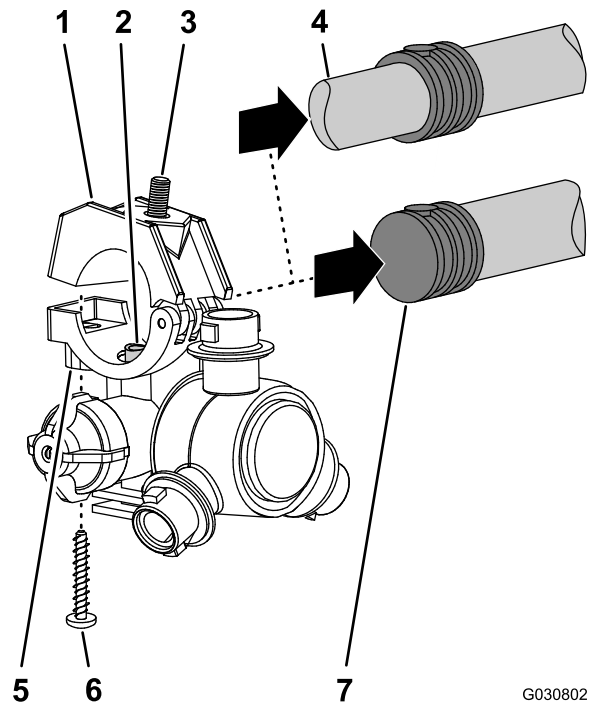

Рисунок 133
- У 8 распылительных сопел, снятых при выполнении пункта 1, отверните винты из нержавеющей стали (№ 12 x 1 1/4 дюйма), которые крепят верхние половины зажимов и хвостовики двухсторонних или односторонних штуцеров типа «елочка» (3/4 дюйма) к корпусу каждого распылительного сопла, и снимите хвостовики шланговых штуцеров типа «елочка» (Рисунок 133).